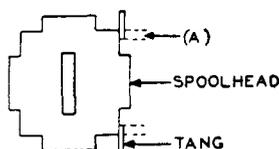

Fig. 103
**2.05 Spring Tang Position** [Fig. 103(A)]